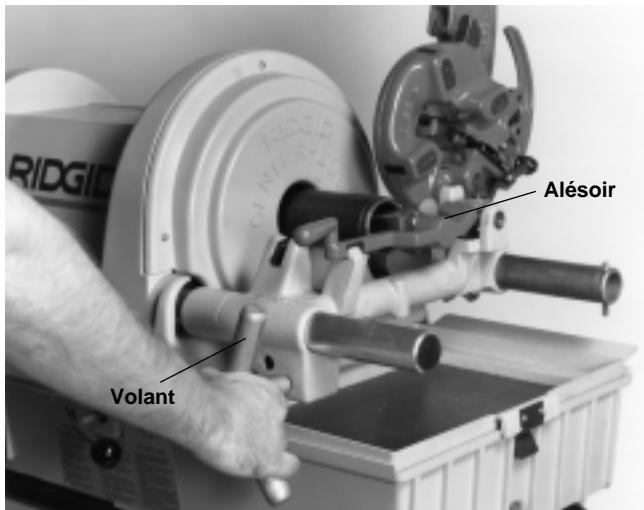

Figure 9 – Alésage à l'aide de l'alésoir n° 344
3. Positionnez l'alésoir dans le tuyau, puis effectuez l'alésage en tournant le volant un peu plus (*Figure 9*).